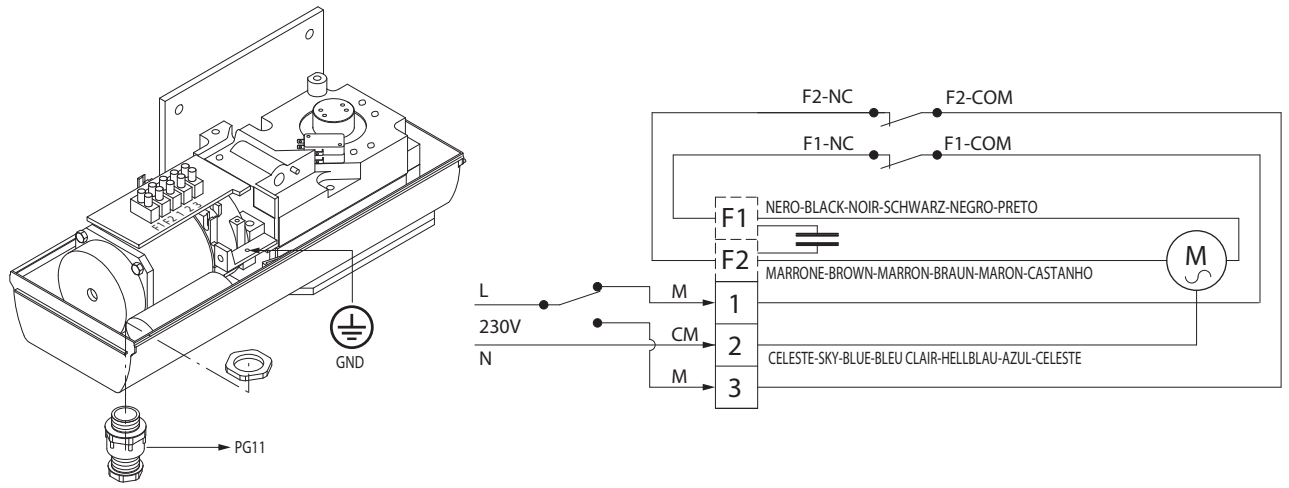

Fig. 12
- Posizionare le camme riferimento fine corsa "R-FC1" e "R-FC2" come indicato in Fig. 12, senza fissare le viti di bloccaggio.
- A cancello completamente chiuso ed aperto, ruotare la camma corrispondente, fino a percepire lo scatto del micro di finecorsa interessato e bloccarla in posizione fissando le apposite viti come indicato in Fig.12.